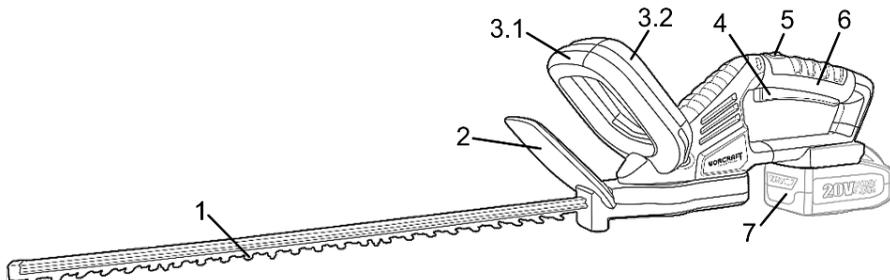

Рисунок 1
- зовнішнім оглядом переконатися в цілісності корпусних деталей, рукояток, в справності різального полотна (1, рисунок 1);
- перевірити чіткість роботи пускової клавіші (10, рисунок 1) та важеля розблокування системи запуску (3, рисунок 1) на передній рукоятці через їх короткочасні (2-3 рази) натискання;
- встановіть акумуляторну батарею (7, рисунок 1) (продається окремо!) у відповідне місце на захисному щитку задньої рукоятки;
- зніміть захисний кожух з різального полотна (1, рисунок 1);
- налаштуйте задню поворотну рукоятку (6, рисунок 1) для відповідного типу роботи. Для зміни положення рукоятки відносно корпусу двигуна, натисніть на кнопку розблокування положення (5, рисунок 1) та поверніть рукоятку на 90 градусів праворуч або ліворуч, а потім відпустіть кнопку розблокування. Перевірте надійність фіксації рукоятки в обраному положенні;
- для запуску двигуна кущоріза притисніть важіль розблокування системи запуску (3.1, рисунок 1) до передньої рукоятки (3.2, рисунок 1) та натисніть на пускову клавішу (4, рисунок 1);
- при роботі тримайте задню рукоятку (6, рисунок 1) однією рукою для легкого керування пусковою клавішею (4, рисунок 1), а іншою рукою міцно тримайте передню рукоятку (3.2, рисунок 1) для контролю руху кущоріза;